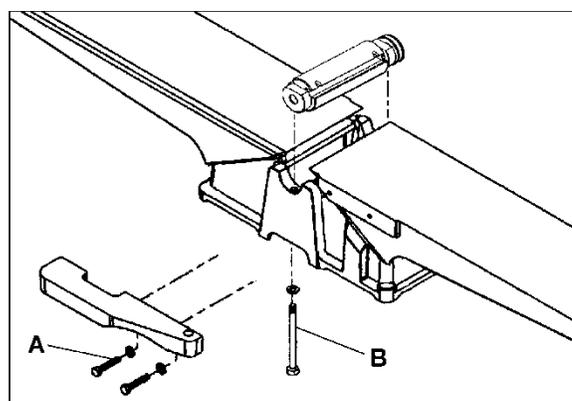

Рис. 39
7. Снимите притвор, ослабив два винта с шайбами (А, Рис. 39).
8. Ослабьте 2 болта (В, Рис. 39), с помощью которых строгальный вал крепится к основанию; доступ к болтам осуществляется с нижней стороны подшипниковых опор.